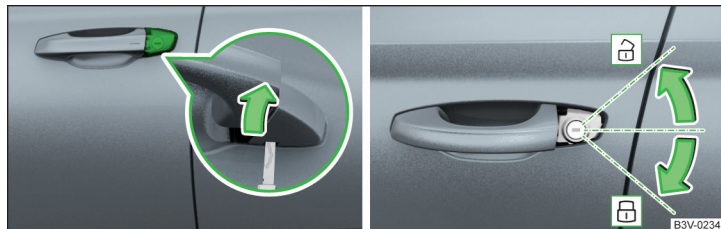

Fig. 352 Mânerul portierei șoferului: Deschiderea capacului încuietorii /
- Introduceți cheia în fanta din partea de jos a capacului și rabatați capacul în sensul săgeții » fig. 352.